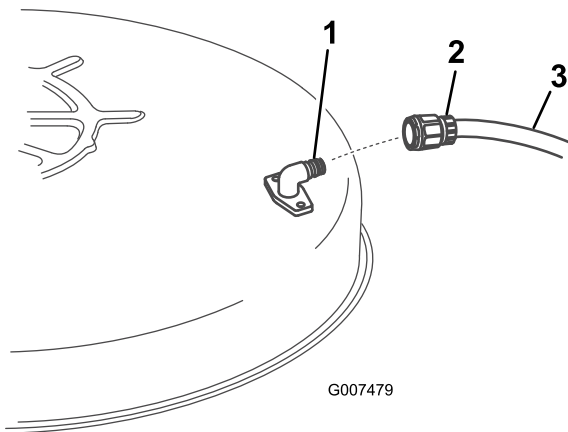

Figura 37
5. Montate il manicotto del tubo flessibile all'estremità del raccordo di lavaggio del tosaerba, quindi aprite il rubinetto per erogare un getto forte (Figura 37).